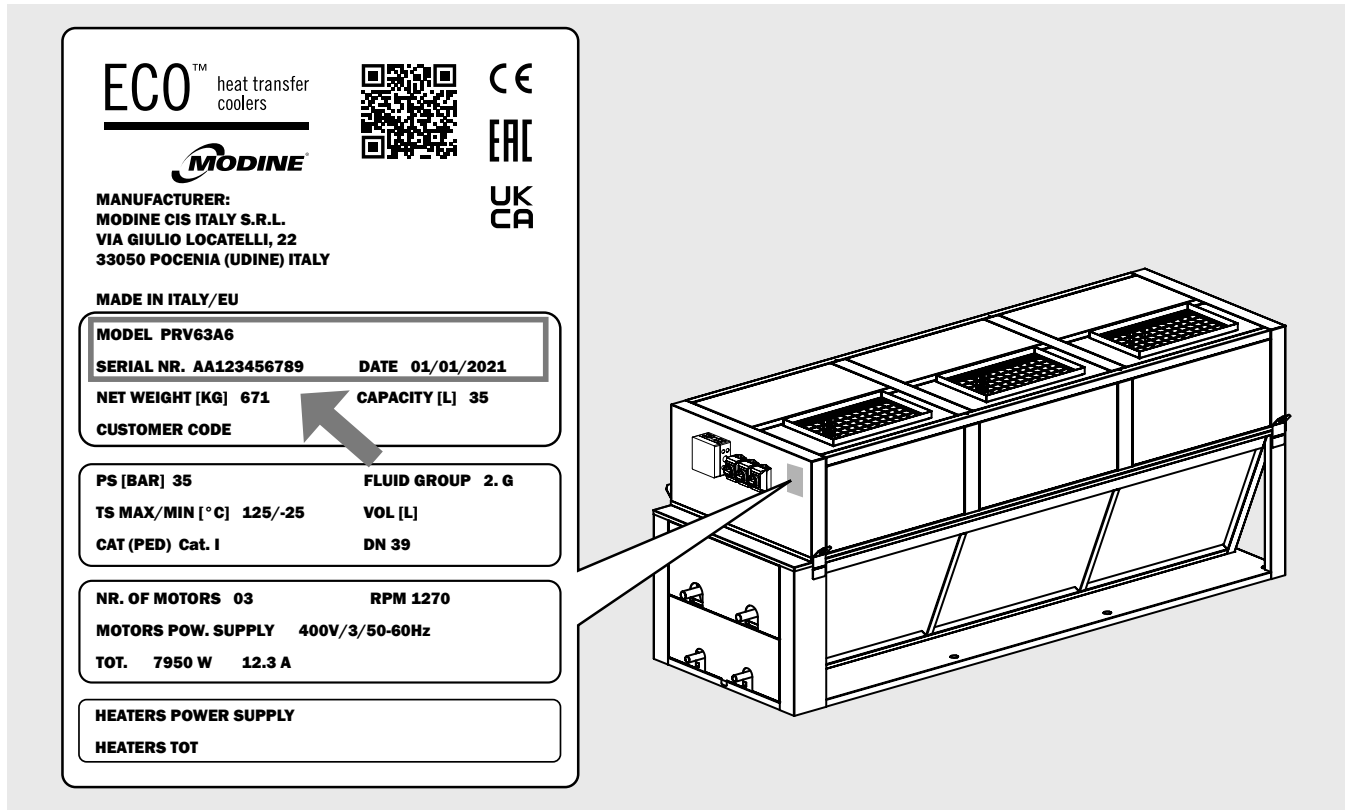

Abbildung 1
- 3.1 Für jegliche Kommunikation, Serviceanfragen oder Ersatzteile geben Sie bitte den Modellnamen und die Seriennummer an, die auf dem Typenschild angegeben sind (siehe "Abbildung 1"):